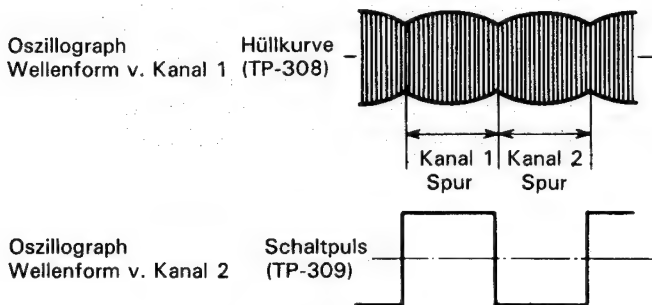

Abbildung 28
2. Mit einem Schaltimpuls antriggern und die Hüllkurve beobachten (Abbildung 28).